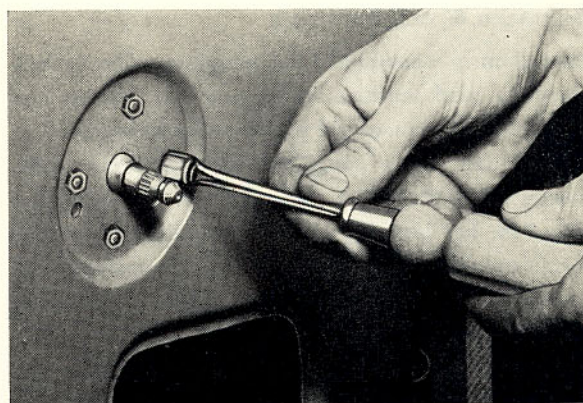

Bild 36. Hisshjulet demonteras
3. Vid behov borttages övre bryttrissa, nedre bryttrissa med sträckanordning samt själva hisshjulet. Hisshjulet demonteras genom att de fyra skruvarna, bild 36, lossas varefter hjul med axel lyftes ut. Tillse före montering av hissruta att styrlistor och tätningar är i fullgott skick. Slitna eller skadade delar utbytes.